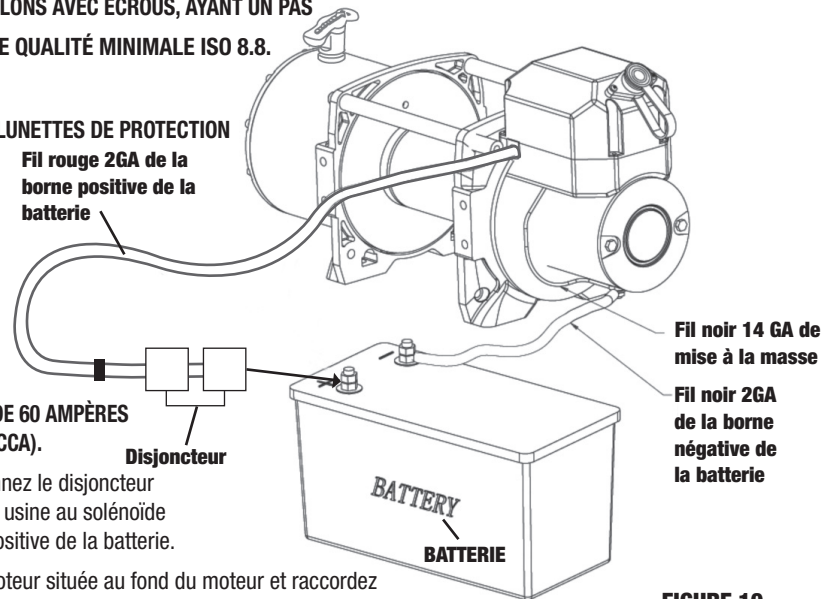

FIGURE 10
Étape 2 Suivez le schéma des circuits électriques (FIGURE 10). Boulonnez le disjoncteur au côté borne du fil de batterie rouge 2 GA qui est raccordé en usine au solénoïde en boîtier scellé. Raccordez ensuite le disjoncteur à la borne positive de la batterie.